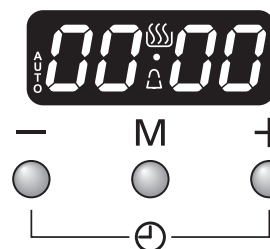

Fig. 5.1
1. LCD-klockan visas i (**Fig. 5.1**). När spisen väl är ansluten och påslagen, blinkar displayen (00.00) och tidsräkningen startar från (00.00).